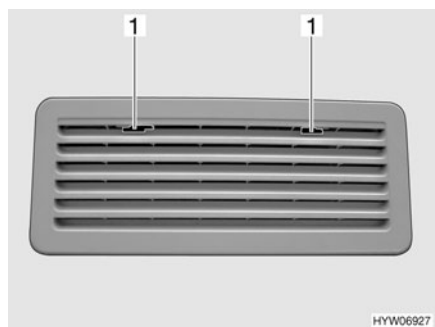

Fig. 190 Grille d'aération du réfrigérateur (Thetford)
- Pousser le dispositif de blocage (Fig. 190,1) vers le milieu.